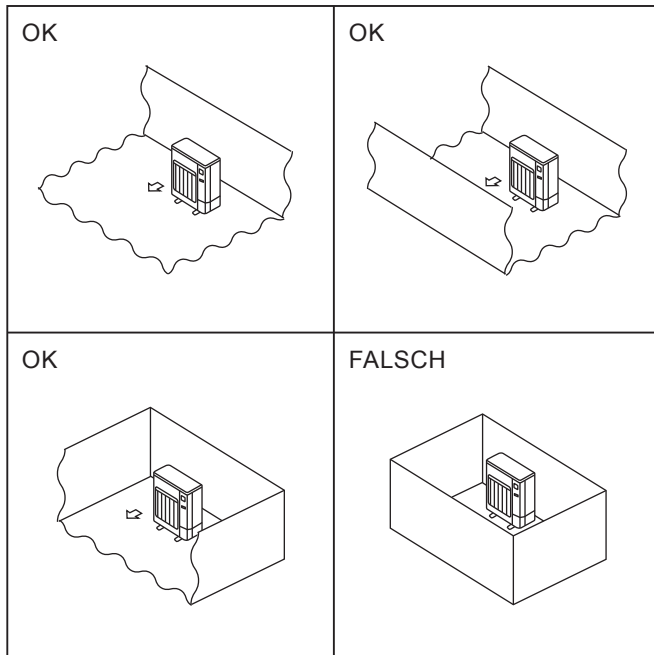

Fig. 2-1
- Ⓞ Installieren Sie Außenanlagen an einem Ort, an dem wenigstens eine der vier Seiten offen ist, und in einem ausreichend großen Raum ohne Senken. (Fig. 2-1)